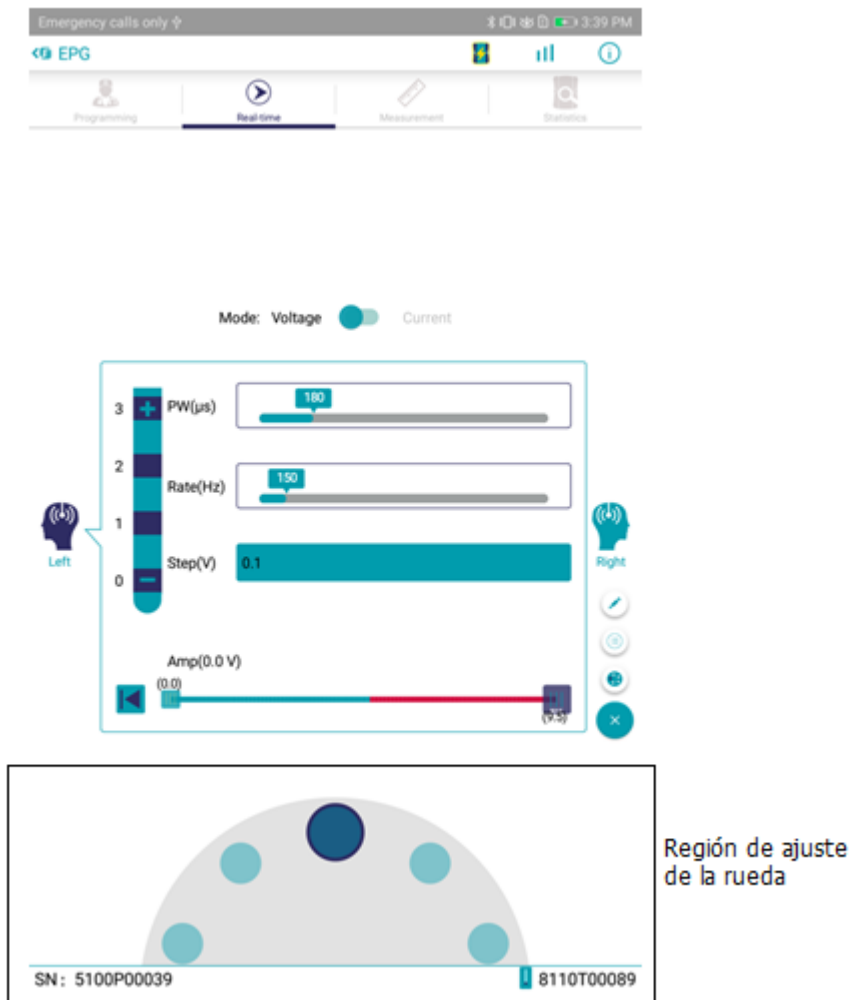

FIGURA 39: Programación de amplitud en tiempo real: rueda virtual. \*
2) Haga clic en el botón Expandir  para abrir el menú expandido y haga clic  para mostrar la región de ajuste de la rueda (Figura 39). Configure la amplitud con la rueda: mueva la rueda hacia la derecha para aumentar el valor de amplitud y hacia la izquierda para disminuirlo.